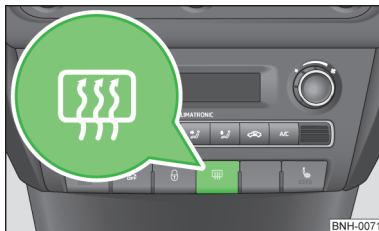

Fig. 26
► La calefacción de la luneta posterior se conecta o desconecta pulsando el conmutador (■) » fig. 26; el testigo de control en el conmutador se enciende o se apaga.